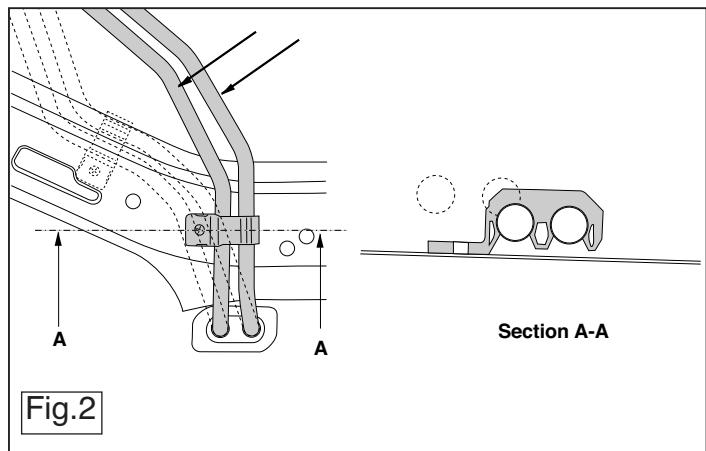

Fig.2
7. Поставить кронштейн Е и закрепить его в точках F. Затянув крепежный материал не до конца. Если провода проходят так, как указано на рис. 2, их